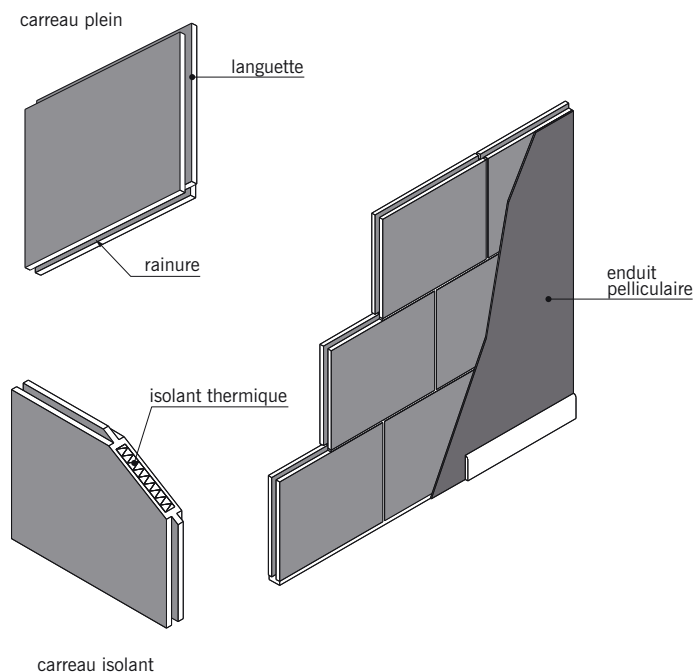

**fig. 8.4**
- La **cloison en carreaux de terre cuite** (fig. 8.4) : à la différence des briques plâtrières, le carreau de terre cuite